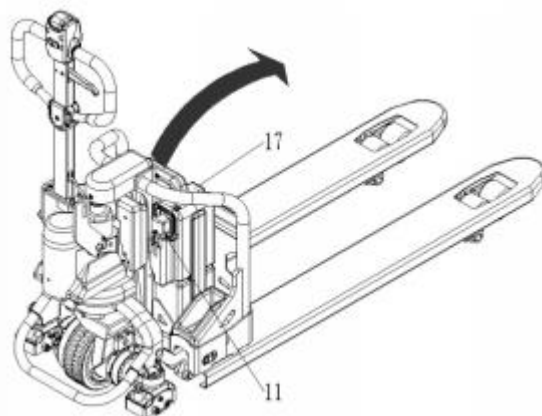

Рис.10: Замена аккумулятора
Поднимите кейс АКБ (17) за ручку вверх и замените другим, соблюдая положение контактов. (рис. 10).